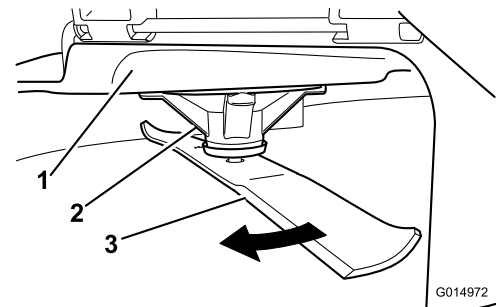

Figura 52
2. Llevando guantes fuertemente acolchados u otro tipo de protección apropiada para las manos, gire la cuchilla lentamente hasta una posición que permita medir la distancia entre el filo de corte y la superficie nivelada en la que descansa la máquina (Figura 52).